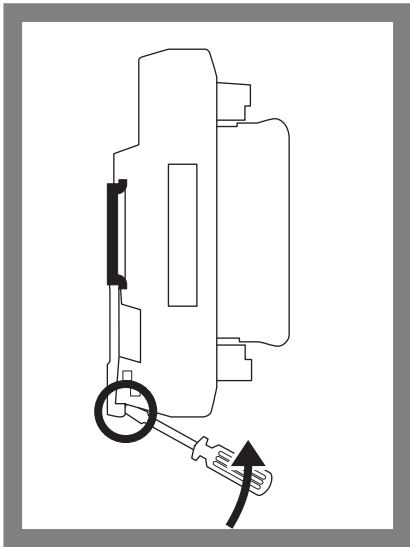

Abb. 3: Demontieren
- 1 Demontieren Sie das SCALA 8-fach-Relais-Modul wie in Abb. 3 dargestellt